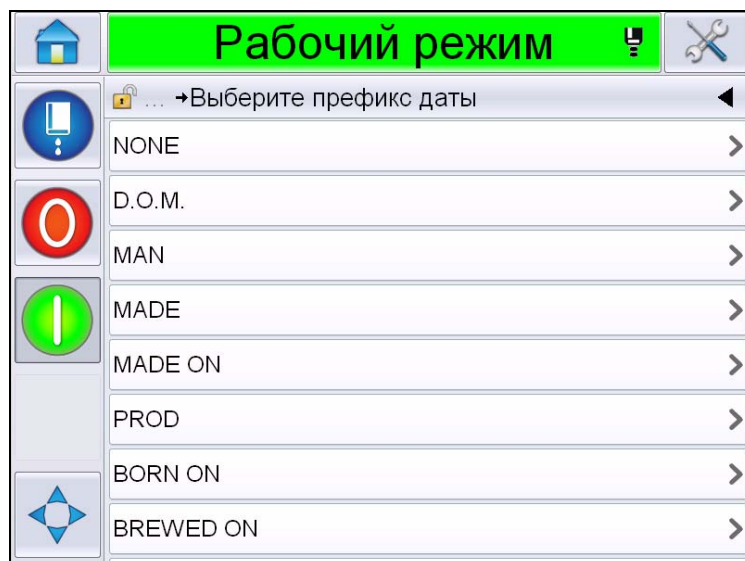

Рис. 5-26: Страница Приставки даты
- 5 Выберите тип даты. Отображает страницу *Выберите приставку даты* (Рис. 5-26).